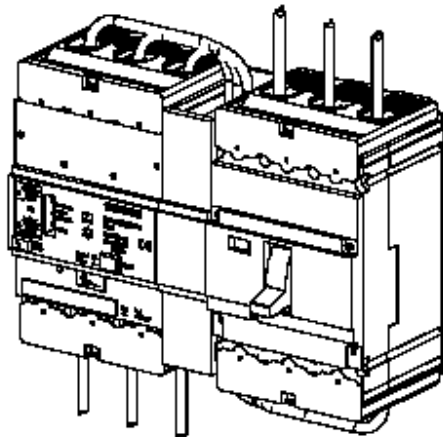

Рис. 19: Левосторонний монтаж при VL160X с DI-модулем
- Имеется также специальный монтажный комплект для монтажа рядом DI-модуля и VL160X (Рис. 19). Монтажный адаптер позволяет установку на DIN50023- рейку.